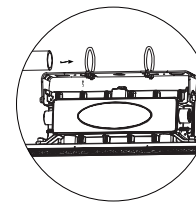
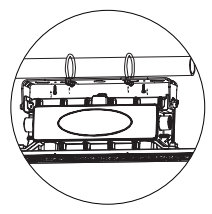

Figure 10
Figure 11
3. Insert the U-shaped bolt of the fixture into the round pipe (Figure 10); tighten the bolt M6 nut, and the other M4 hex screw from the bottom of the bracket to fix the round rod (Figure 11).
3. Insérez le boulon en U de la fixation dans le tuyau rond (Figure 10) ; serrez l'écrou M6, et l'autre vis hexagonale M4 du bas du support pour fixer la tige ronde (Figure 11).